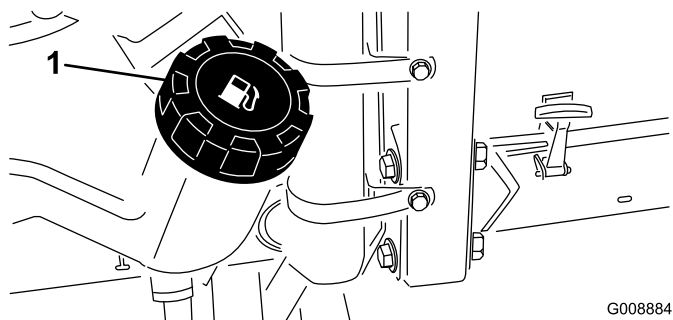

Рисунок 37
1. Очистите поверхность вокруг крышки топливного бака (Рисунок 37).